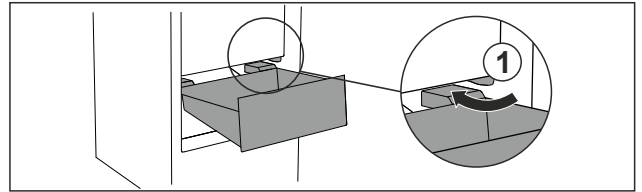

Fig. 93
- ▶ Schubfach schräg um die Stopper Fig. 93 (1) herumführen.